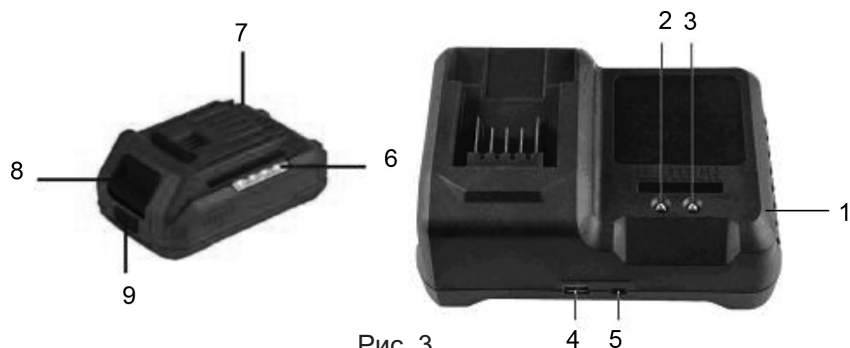

Рис. 3
- Подключите зарядное устройство 1 (рис. 3) к электросети 230В/50Гц. Индикатор 2 (рис. 3) должен загореться зелёным цветом.
- Вставьте аккумулятор 7 в зарядное устройство 1 (рис. 3).
- Если начался процесс зарядки аккумулятора, индикатор 2 должен погаснуть, а индикатор 3 (рис. 3), должен загореться красным цветом.
- Если, при установке аккумулятора в зарядное устройство, красный индикатор процесса зарядки 3 (рис. 3) начал мигать, это будет означать, что в данный момент зарядка аккумулятора невозможна.
После окончания зарядки отсоедините аккумулятор от зарядного устройства, нажав на кнопку разблокировки аккумулятора 8 (рис. 3) и потянув аккумулятор из устройства, отключите зарядное устройство от электросети.
Нажмите на кнопку проверки заряда аккумулятора 9 (рис. 3), расположенную
на корпусе аккумулятора. Светодиодные индикаторы 6 (рис. 3) укажут уровень заряда аккумуляторной батареи.